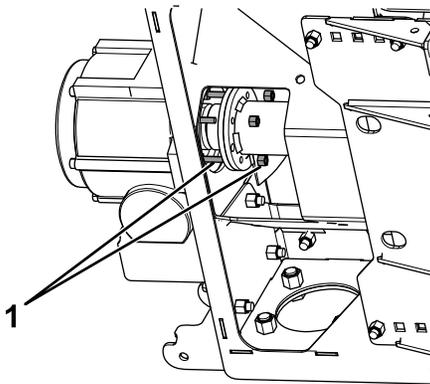

Figure 3
- Retirez et mettez au rebut les 4 boulons et contre-écrous qui fixent l'accouplement du boîtier d'engrenages à la vis (Figure 3).